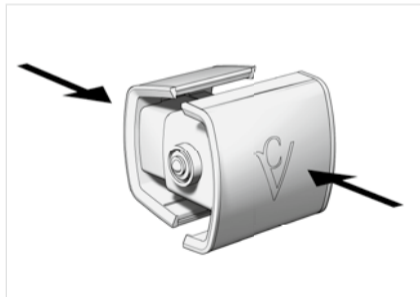

Ilustración 01: brazaletes de reloj.
1. Saque del soporte el brazalete de reloj de su "Chronovision One" con el dedo pulgar y el dedo índice y apriételes el uno contra el otro (véase Ilustración 01).